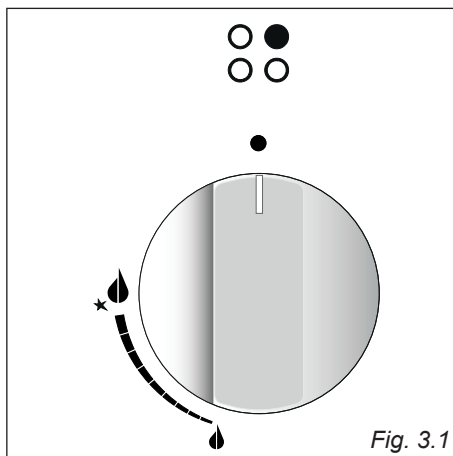

Fig. 3.1
L'afflusso del gas ai bruciatori è regolato da un rubinetto valvolato comandato dalla manopola di fig. 3.1.
- ✓ L'accensione elettrica è incorporata nelle manopole dei bruciatori e si identifica per il simbolo ★ vicino al simbolo 🔥 (fig. 3.1).